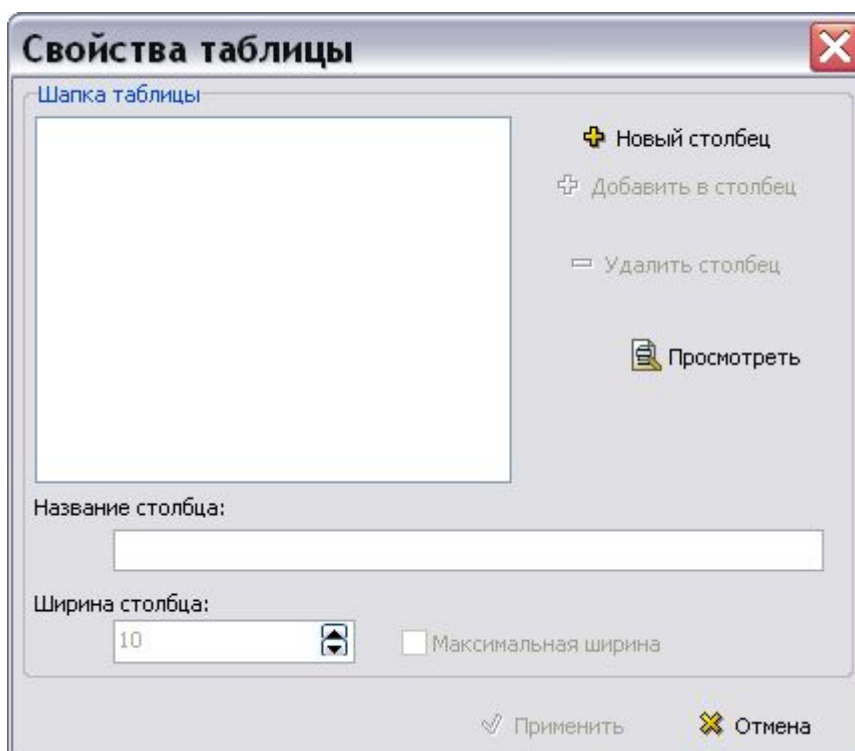

Рис. 3.69
10. В диалоговом окне **Параметры таблицы** нажмите на кнопку **Применить**. При этом появится окно **Свойства таблицы** (Рис. 3.69).